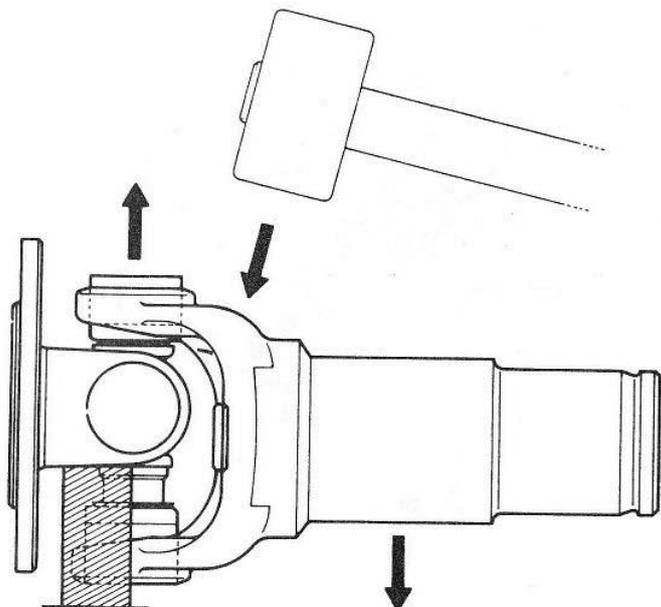

Fig. 5
- Le joint étant composé de deux mâchoires, on commence par démonter la mâchoire coulissante (FIG5)